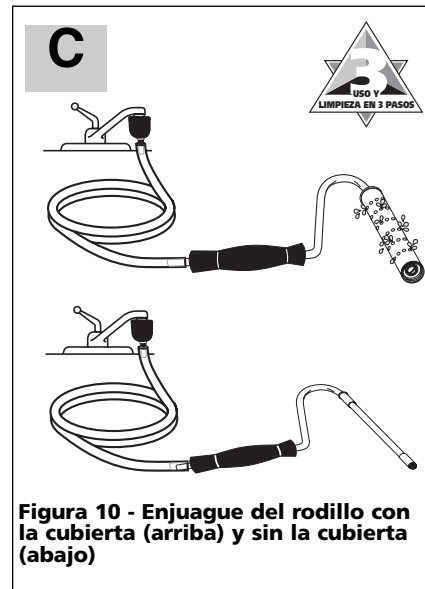

Figura 10 - Enjuague del rodillo con la cubierta (arriba) y sin la cubierta (abajo)
- 4b. Llene la lata con agua tibia. Utilizando el adaptador para grifo y la tubería del rodillo (y la cubierta, si lo desea) adjuntado el extremo más grande del adaptador al grifo e insertando el extremo más pequeño dentro de la tubería (vea la figura 10). El grifo creará